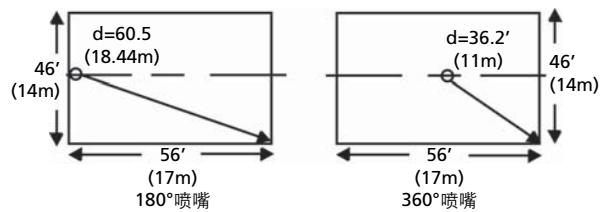

图 4-3 喷嘴的放置与保护范围
- 360°喷嘴——360°喷嘴应尽可能地安装在保护区域的中心，最大保护面积可以描述成一个以喷嘴为圆心，半径为 36.2 英尺 (11 米—23 英尺 \*28 英尺距形的对角线) 的圆的内接矩形，参见图 4-3。